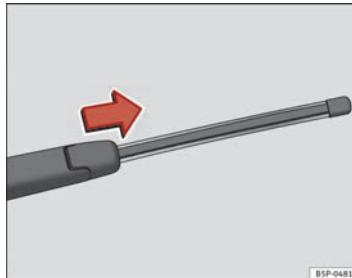

Fig. 131 Extraer la escobilla del limpialuneta
- Separe el brazo del limpialuneta de la luneta ⇒fig. 131.
- Deslice el adaptador de la escobilla en la dirección de la flecha y retire la escobilla ⇒fig. 131.